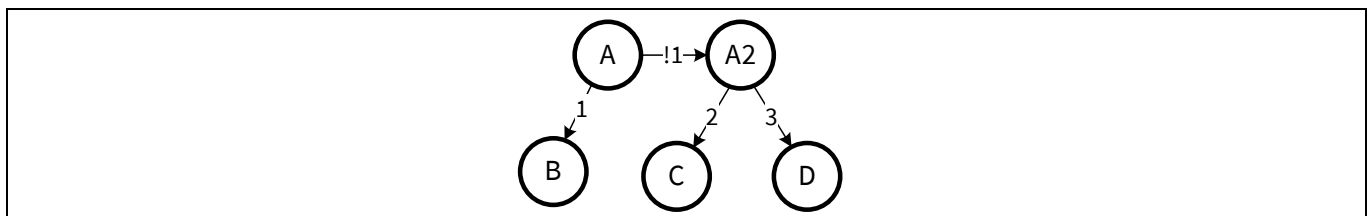

Figure 34 GPIF II の互換性のためにダミー ステート A2 を追加
22. **Figure 34** に示すように、GPIF II の互換性を確保するためにダミー ステート A2 を追加します。